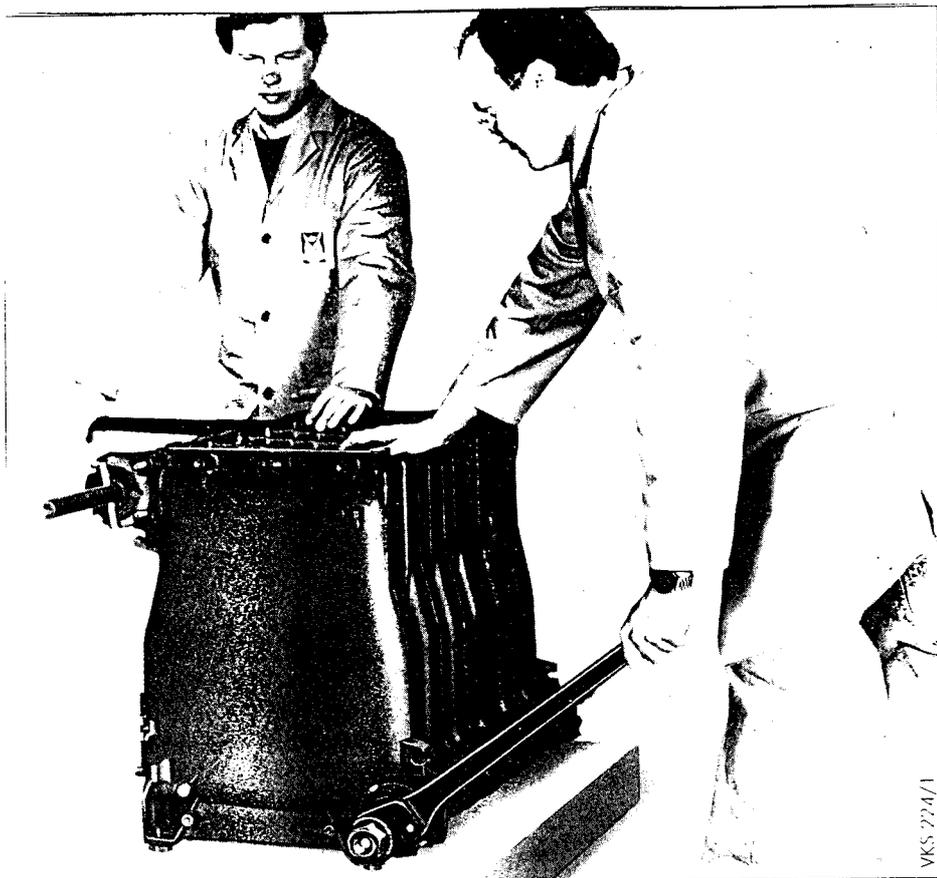
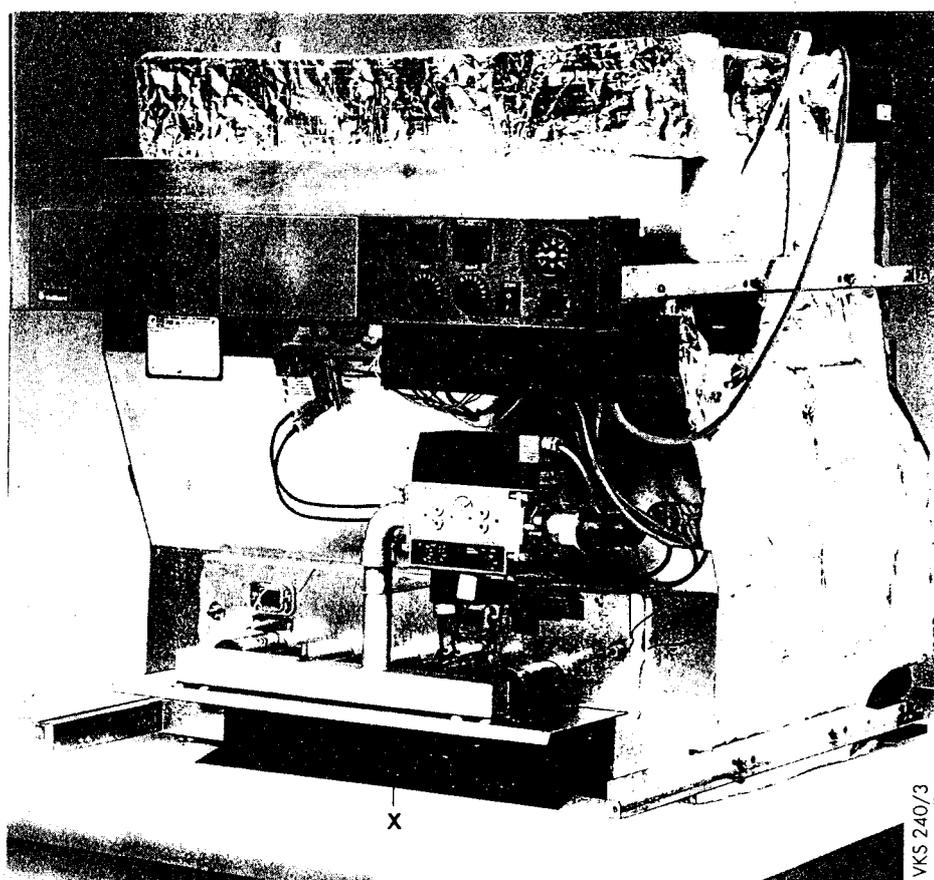

Рис. 4
Рис. 12
- Шестигранные гайки анкерных штанг завернуть только вручную, для избежания высоких напряжений. На рис. 4 показан котел VK 96/3-2 EU до VK 156/3-2 EU при поставке в сборе. На рис. 12 показан котел VK 60/3-2 EU до VK 84/3-2 EU при поставке в сборе.
На рис. 12 показано состояние поставки котла VK.../3-2 EU (в сборе).
- Вставить до упора нижний лист (X, рис. 12).